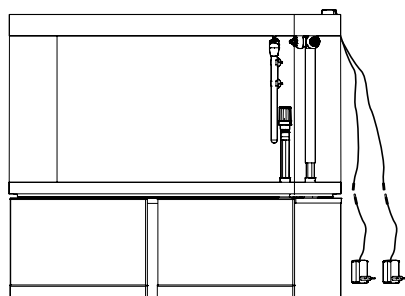

Рис. 9
3. Присоедините осветительное устройство к светодиодному трансформатору с помощью соединительного элемента (рис. 9).